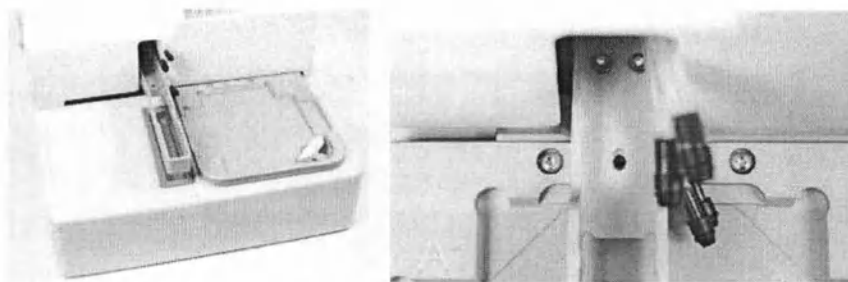

Рисунок 9-27. Совмещение держателя планшета и держателя моющей головки
1. Совместите держатель моющей головки и держатель планшета, чтобы вернуть на место винт транспортного фиксатора (Рисунок 9-27).